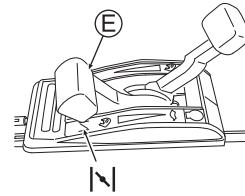

Fig. 11
3. Placez la manette des gaz (E) sur la position Starter "". (Voir Fig. 11) (Vous pouvez démarrer le moteur en plaçant la manette sur " lorsque le moteur est chaud.)